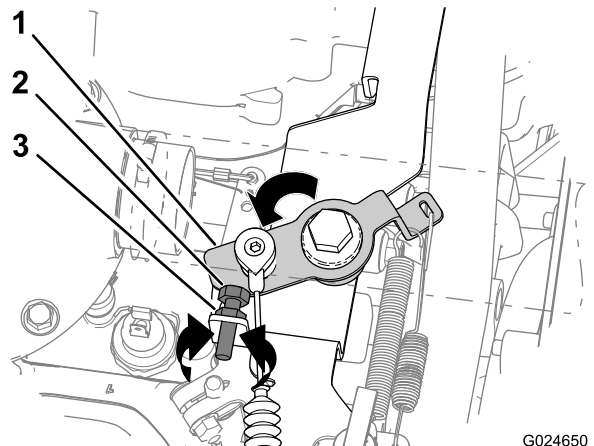

図 40
2. ベルクランクを高速アイドルストップまで動かす 図 40。
- A. 高速アイドルストップを固定しているジャムナットをゆるめる 図 40。
- エンジン速度を下げたい場合には右回り 図 40。
- エンジン速度を上げたい場合には左回り 図 40。
- C. ジャムナットを締める 図 40。
- D. ベルクランクを高速アイドルストップまで動かす 図 40。
1. ベルクランクを高速アイドルストップまで動かし、その位置に保持する 図 40。
3. アクセルペダルと、ペダル下の床面 図 41 との間の距離が 6.35 mm よりも大きかったり小さかったりする場合には、ベルクランクを高速アイドルストップ位置に保持した状態で、以下の調整を行う 図 40